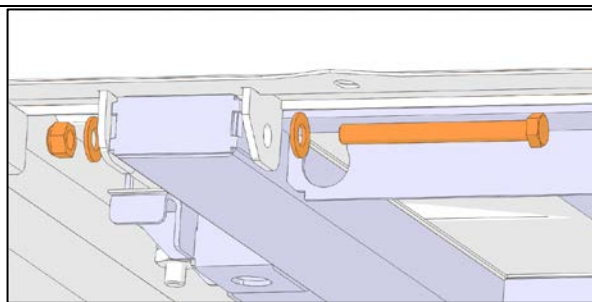
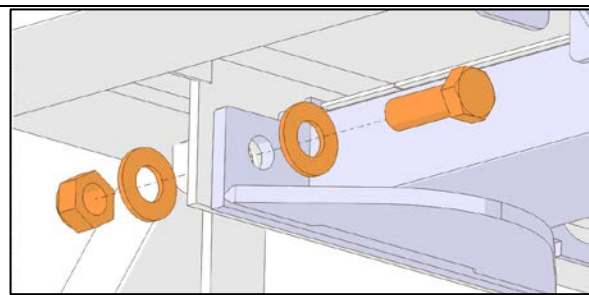
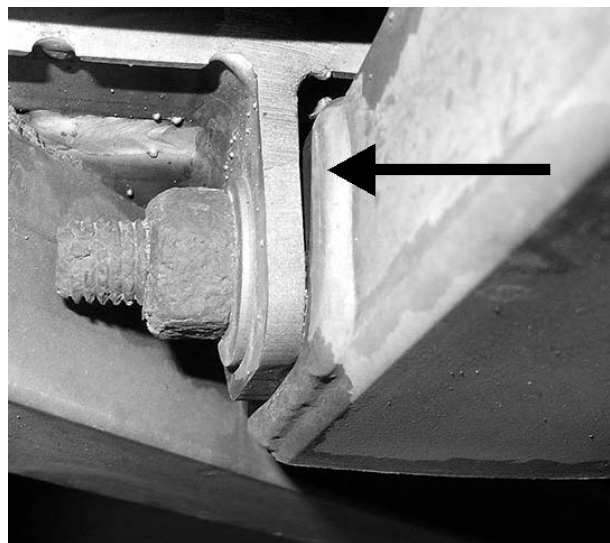

Figure 4 : Vis transversales, 2 emplacements
Figure 5 : Vis longitudinales, 4 emplacements
Figure 6 : Jeu visible sur les joints transversaux
4. Faire une inspection attentive des vis d'attache du châssis. (Figure 4 et Figure 5)
6. Aux emplacements de vis transversales (Figure 5), tout jeu visible entre le tube du châssis de réservoir et les oreilles de montage du véhicule pourrait indiquer que la campagne de rappel CR17-28 n'a pas été effectuée sur le véhicule. (Figure 6)